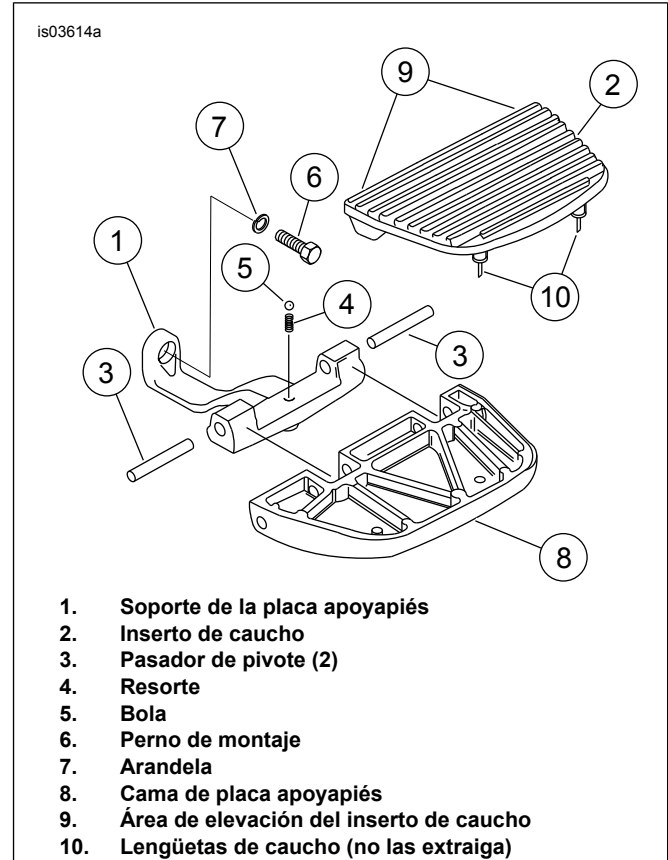

Figura 1. Montaje de la placa apoyapiés de fábrica
2. Vea Figura 1. Extraiga la placa apoyapiés (8) de los soportes de la placa apoyapiés. Para ello, levante con cuidado las esquinas interiores del inserto de la placa apoyapiés de caucho (9) para exponer los pasadores de pivote. No extraiga el inserto de la placa apoyapiés de la cama de placa apoyapiés, ya que puede resultar difícil instalarlo.
3. Extraiga los pasadores de pivote (3); para ello, empuje hacia afuera los pasadores de la placa apoyapiés hasta que esta se libere de las lengüetas de montaje. Tenga en cuenta que los resortes (4) y las bolas (5) pueden caerse al extraer la cama de placa apoyapiés.
4. Extraiga los resortes (4) y las bolas (5). Guárdela para la instalación.